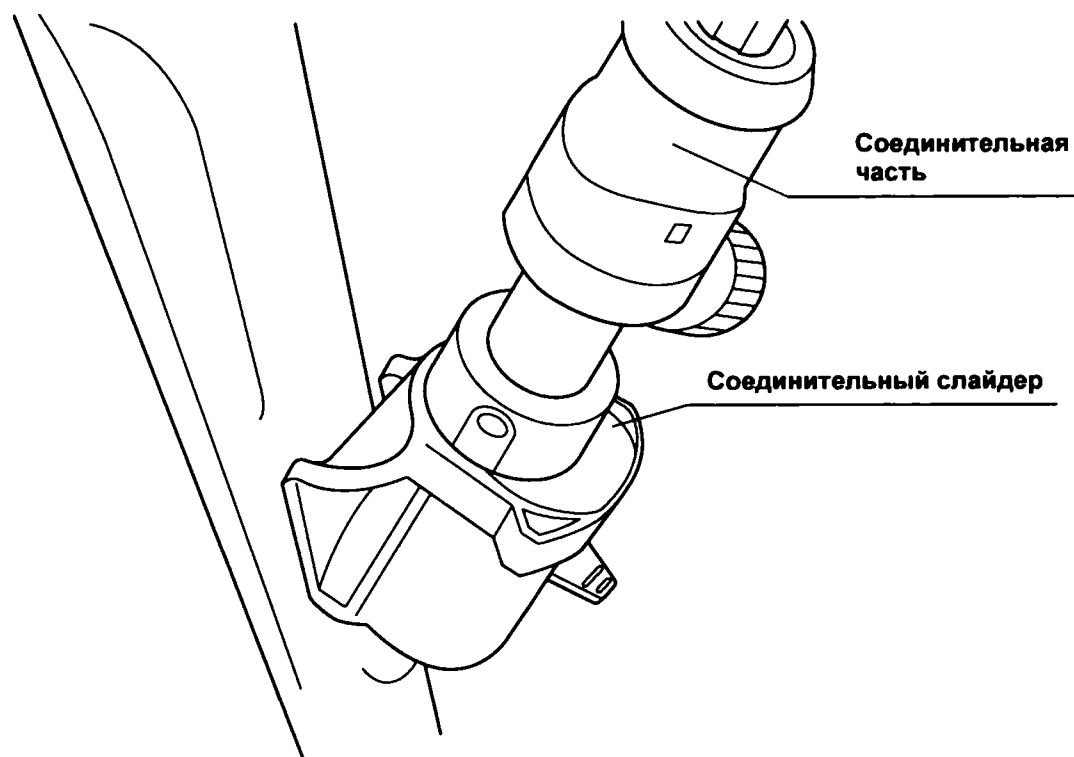

Рисунок 8
- 16** Подвигайте соединительный слайдер взад-вперед. Убедитесь в том, что он плавно перемещается и фиксируется со щелчком. (См. рис. 8 9)
- Подсоедините данный инструмент к клапану для биопсии в нужном направлении, как показано на рис. 8. В противном случае возможны неисправности в работе инструмента, что может стать причиной кровотечения или повреждения слизистой оболочки у пациента и/или повреждения оборудования.
Убедитесь в том, что язычок одноразового клапана для биопсии с переходником вошел в прорезь соединительного слайдера. В противном случае нельзя будет надлежащим образом подсоединить и отсоединить рукоятку. (См. рис. 8)